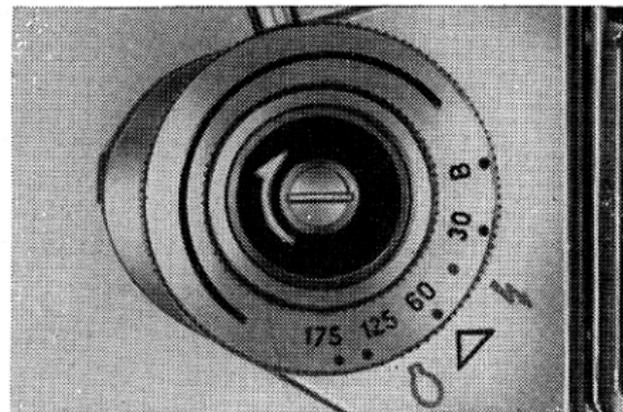

Fig. 31
L'EXA I a possède une prise flash synchronisée. Suivant la position de la bague des vitesses (14) peuvent être employées, soit les lampes magnésiques à courte durée de combustion (position du point rouge en face du symbole (  $\odot$  ) (Fig. 31), la vitesse correspondante est de  $1/30$  de seconde), soit les lampes magnésiques à longue durée du